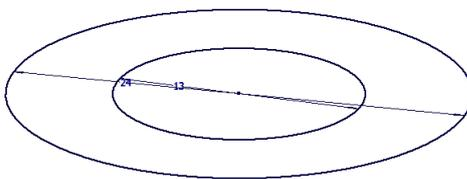

Рис. 35. Эскиз для шайбы
1. Установите режим построения эскиза и постройте две концентрические окружности диаметрами 13 и 24 мм. Нажмите кнопку «Принять эскиз» ✓ (рис. 35).